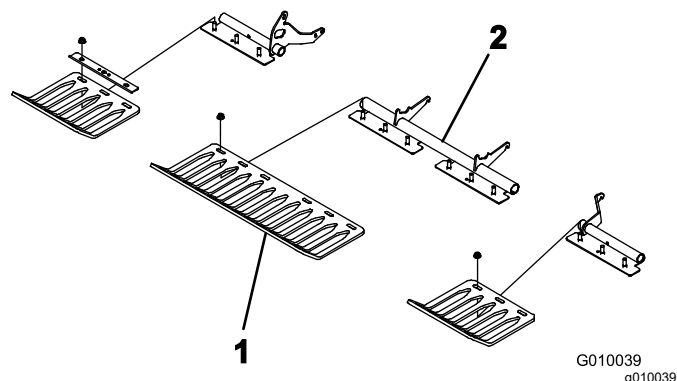

Рисунок 25
4. Свободно установите травоотбойники на кронштейны с помощью 4 зажимов и 12 гаек с фланцем (Рисунок 25). Не затягивайте детали крепления.
Примечание: Зажимы травоотбойников и гайки с фланцем поставляются с завода-изготовителя прикрепленными к кронштейнам травоотбойников (Рисунок 25).